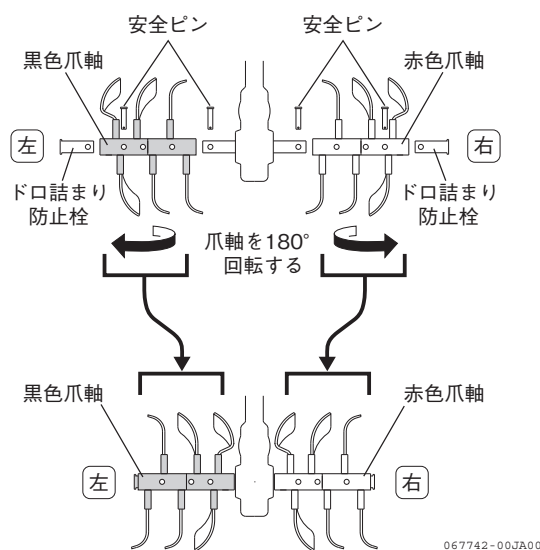
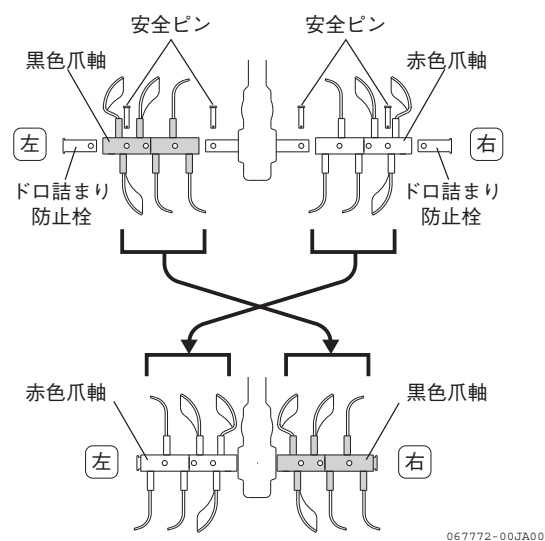

図 3-25
図 3-26
2. 安全ピンを抜き、爪軸と爪軸端のドロ詰まり防止栓を外します。(図 3-25、図 3-26)
(図 3-25)
左右の爪軸を振り替え、本機の耕うん軸に取り付けます。(図 3-26)